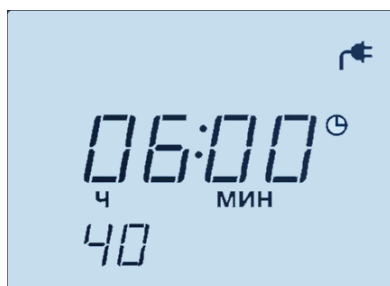

Рисунок 15. Цифровой индикатор Устройства, отображающий установку времени нагрева
**ВРЕМЯ НАГРЕВА:** Изменение времени нагрева воздуха (по умолчанию 6 ч) произвести, нажав кнопку ВРЕМЯ НАГРЕВА (10), и далее, нажатиями на кнопки « – » (11) и « + » (12), установить длительность нагрева каменки (термостатирования) (рис. 15);